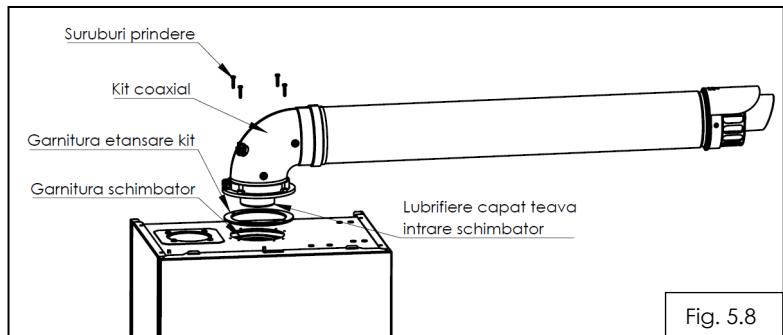

Fig. 5.8
Pentru instalarea facilă a kitului este necesar lubrificarea capătului cotului (4) la partea de intrare în centrală, utilizând numai apă sau săpun comercial standard. Lubrificarea este necesară pentru a nu deplasa garnitura de evacuare de pe schimbatorul principal de căldură (fig. 5.8). Nu utilizați niciodată lubrifiant pe baza uleiurilor minerale, pot deteriora garniturile de etansare. La instalarea kitului asigurați-vă ca muchiile tevii de intrare în centrală sunt testate.